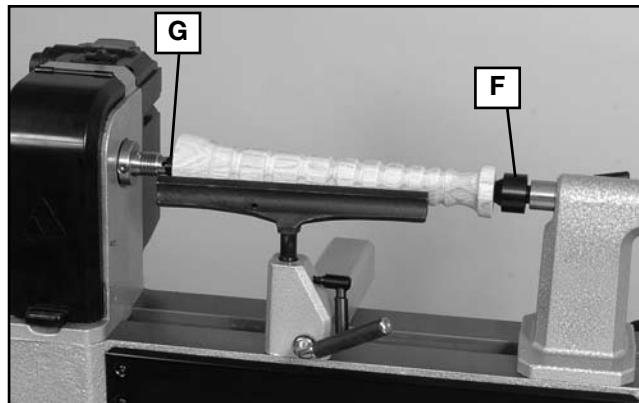

Fig. 5
**AVERTISSEMENT :** Pour réduire le risque de blessures, s'assurer que la section conique de la pointe à griffe (G) est propre avant de remonter la pièce sur l'arbre de la poupée fixe.
La pointe à griffe (G), fig. 5, et la pointe d'entraînement (F) s'utilisent conjointement (comme montré à la fig. 5) pour tourner des pièces d'au plus 419 mm (16-1/2 po) de longueur.